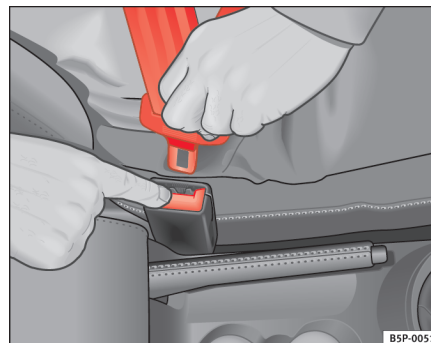

Fig. 16 Sådan frigør du låsetappen fra selelåsen.
- Tryk på den røde knap på selelåsen ⇒ fig. 16. Låsetappen springer ud ⇒ ⚠.